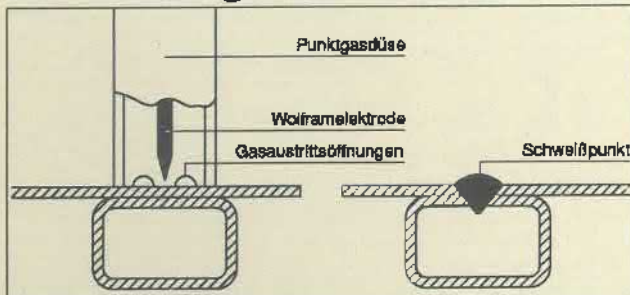

Abb. 27
- LED-Anzeige ⑪ Symbol  an der Stromquelle leuchtet.
- Dabei sollte erfahrungsgemäß der Einstellregler für Stromanstiegszeit ⑬ auf linken Anschlag und der für die Stromabsenkszeit ⑭ eher auf rechten Anschlag, also sehr langsam, eingestellt sein.
- Wolframelektrode je nach Punktgröße ca. 2 - 3 mm vom Düsenrand zurückgesetzt montieren (Abb. 27)
- Brenner mit Punktdüse am Blech aufsetzen (Abb. 27)